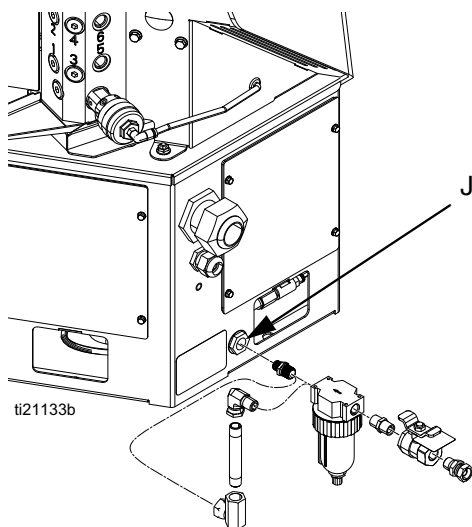

ABB. 10
- Das im Lieferumfang enthaltene Lufteinlass-Kugelventil und den Luftfiltersatz (Graco Teile-Nr. 24R707) am Systemlufteinlass (J) (1/4 NPT Buchse) installieren. Siehe ABB. 10.